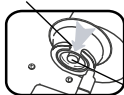

Fig. 2 Guide la vanne
3. Ouvrez le couvercle de la cartouche et insérez la cartouche, la tête tournée vers l'avant, de manière à ce que l'encoche soit tournée vers le haut et alignée avec le guide de valve (fig. 2).